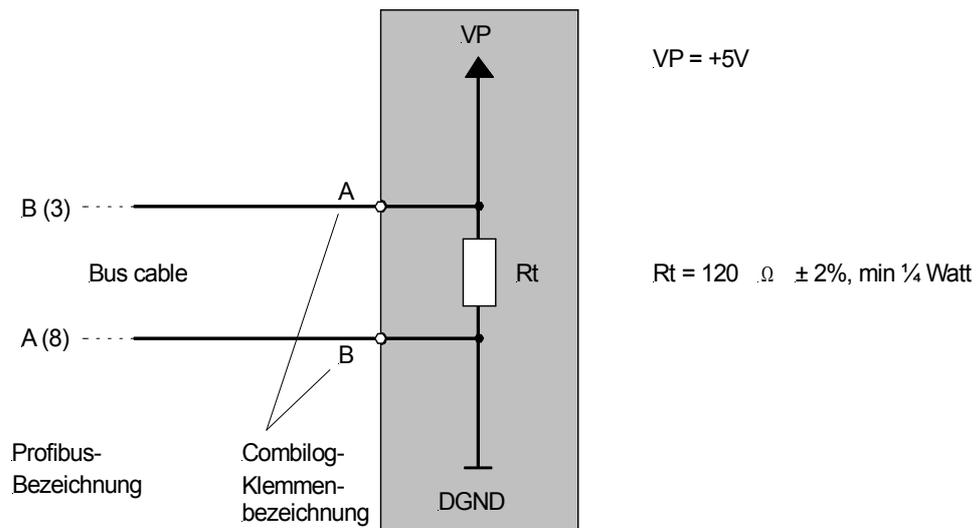

Bild 10.5 Busabschluss
**Hinweis:** Die im Bild 10.5 in Klammern gesetzten Zahlen geben die Stiftnummer für den Anschluss über den 9-poligen D-Subminiatur-Stecker an.
Er kann entweder unabhängig vom Gerät über einen externen Widerstand gemäß der Abbildung 10.5, vorgenommen werden. Dabei werden für den Busabschluss die Verwendung des angegebenen Widerstandswertes empfohlen.